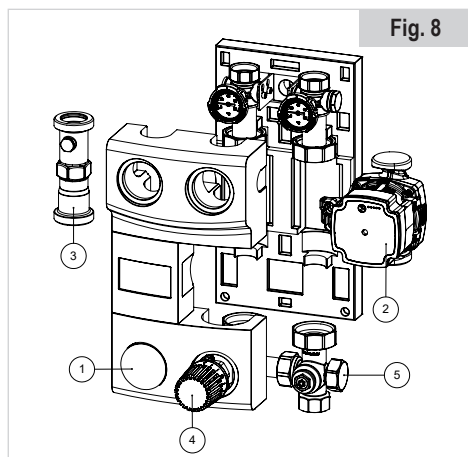

Fig. 8
- Rimuovere i gusci frontali (1), il circolatore (2), il tubo di collegamento (3), il comando termostatico (4) e la valvola miscelatrice (5) (vedi Fig. 8).